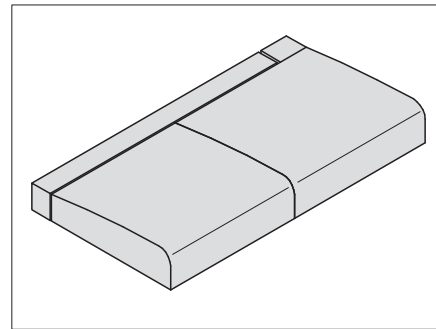
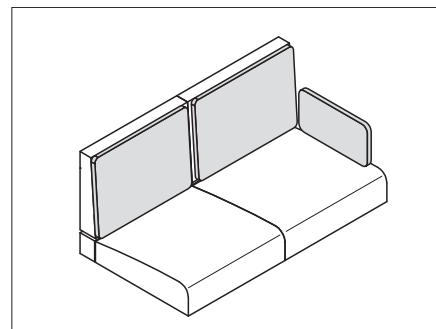

Fig. 189 Posicionar los apoyos del asiento
Fig. 191 Cojines para los apoyos del respaldo
- Colocar el cojín del asiento, el cojín del respaldo y los cojines adicionales como se muestra en Fig. 189 hasta Fig. 191.